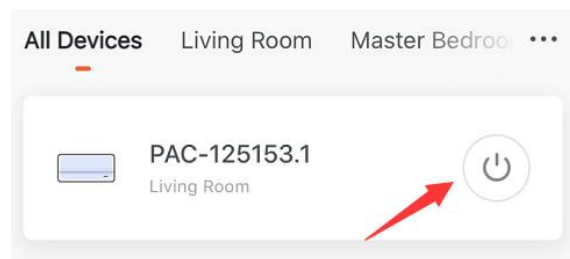

Abb.6
6. Tippen Sie auf den Pfeil oben links, um zur Homepage zurückzukehren. Sie können auch einfach das Gerät ein- oder ausschalten. (Abb. 6)